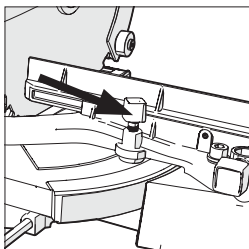

Fig. 20
- Slăbiți șurubul de blocare a unghiului (**Fig. 20**) rotindu-l în sens antiorar.